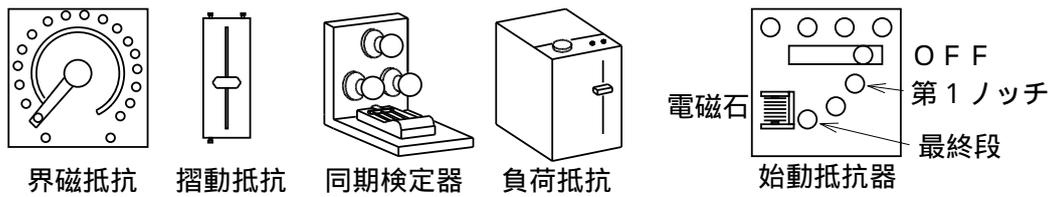

図 5.7: 使用器具
5. 周囲の安全を確認した後, 始動抵抗器 (図 5.7) を第 1 ノッチに投入する。電動機が回り出す。